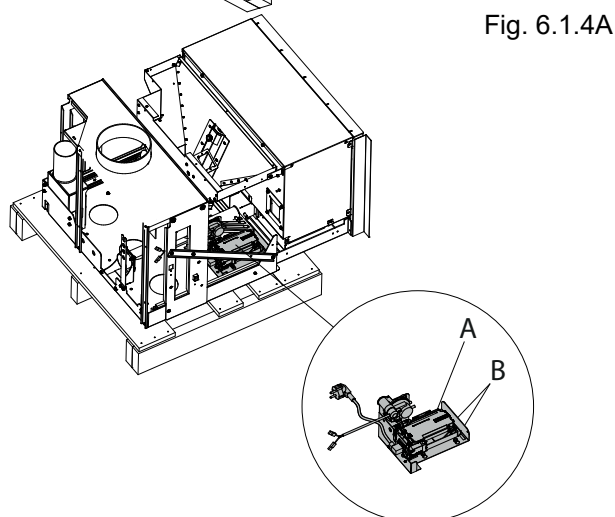

Fig. 6.1.4A
7. Desmontar temporalmente el conjunto del soporte de la ficha (A) actuando en los dos tornillos (B) y colocarlo con cuidado sobre la base fija de la máquina (Fig. 6.1.4A).
15. Volver a montar el conjunto del soporte de la ficha (A) (Fig. 6.1.4A).